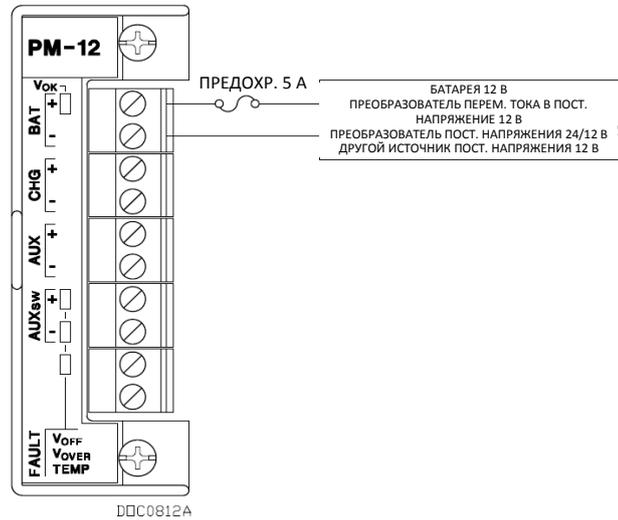

Рис. 3-6. Подключение источника постоянного напряжения 12 В к контактам **BAT+** / **BAT-**
8. Если контролируется внешнее напряжение зарядки (только для модуля питания 12 В), подключите разъем клеммной колодки **CHG+** / **CHG-**. См. рис. 3-6.
Чтобы получить необходимую емкость, соедините батареи параллельно (см. рис. 3-6). Необходимая емкость батареи зависит от требований к питанию оборудования, а также желательного времени автономной работы. Определите требования к батареям по общему потреблению энергии ROC800 и всех устройств, питающихся от батарей.